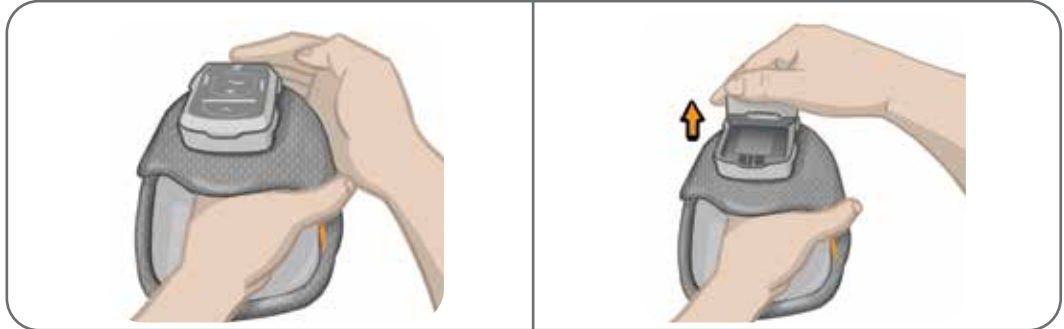

Abbildung 8-12: Abnehmen des Stimulators
2. Ziehen Sie das Oberteil des Stimulators von der Halterung weg. Siehe Abbildung 8-12.